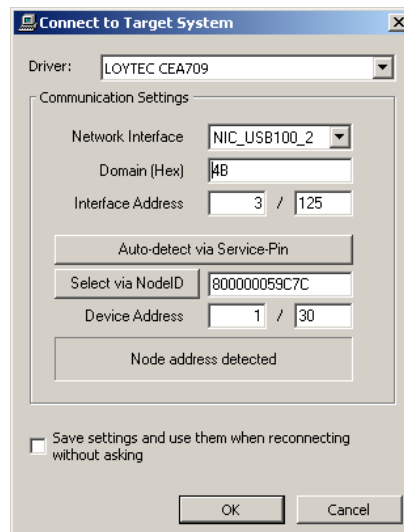

Abbildung 90: Verbinden über CEA-709
- **CEA-709:** Wählen Sie das Netzwerk-Interface, das benutzt werden soll, und füllen Sie die weiteren Felder aus, wie in Abbildung 90 gezeigt. Alternativ dazu können Sie auch